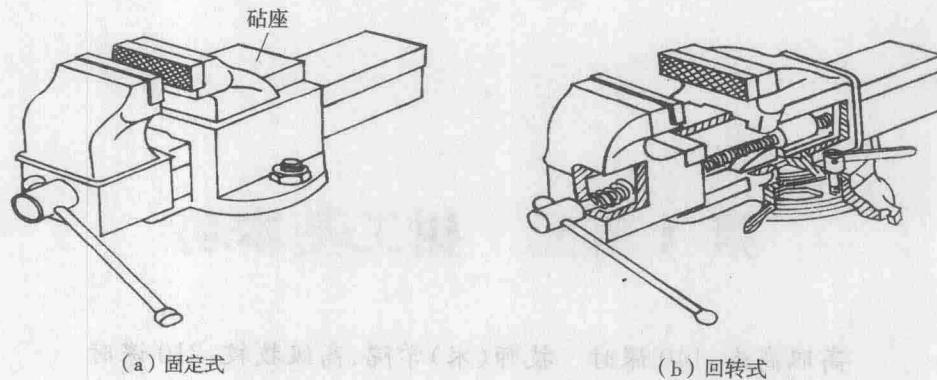

图 1-1 台虎钳
(1) 台虎钳。如图 1-1 所示,是用来夹持工件的通用夹具,有固定式和回转式两种结构类型。台虎钳的规格以钳口的宽度表示,有 100 mm,125 mm,150 mm 等几种。